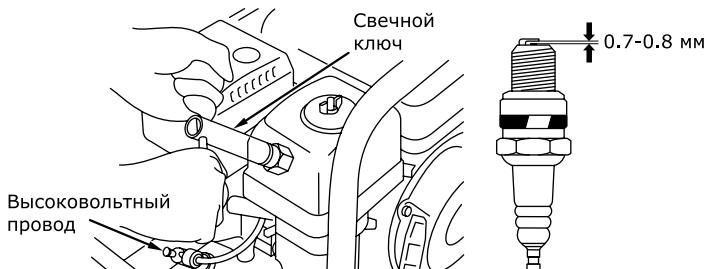

Рис. 18
- Выверните свечным шестигранным ключом (входит в комплект поставки) и осмотрите свечу (рис. 18). Юбка свечи (между керамической частью и металлической частью) должна иметь желто-вато-коричневый цвет.
- Проверьте величину зазора между заземляющим и центральным электродами, используя специальный щуп. При необходимости установите зазор 0,7 – 0,8 мм (рис. 18).